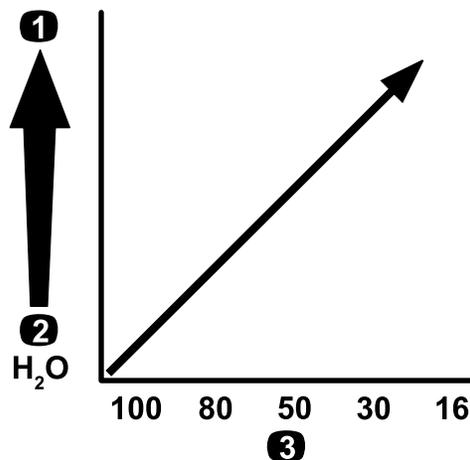

図 15
**重要** 粘度の高いドロドロした薬剤や、ウェットブル水和剤を散布する場合には、オプションの目の粗い圧力フィルタが必要になる場合があります 図 15を参照。